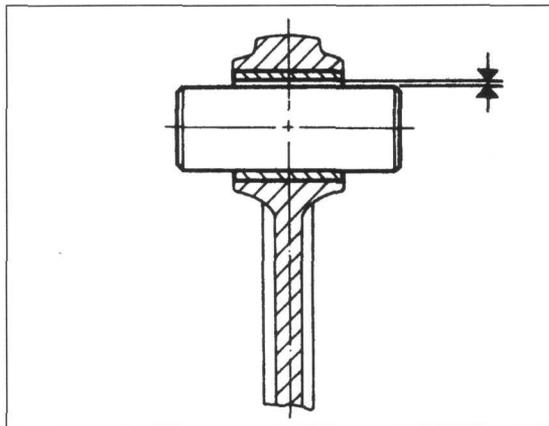

Bild 171
- 📏 Spiel zwischen Pleuelbohrung und Bolzen ermitteln (Bohrungsdurchmesser abzüglich Bolzendurchmesser; Bild 171). Sollwerte M 900: 0,015 - 0,032 mm; M 600/750: 0,006 - 0,028 mm; Verschleissgrenze 0,05 mm.